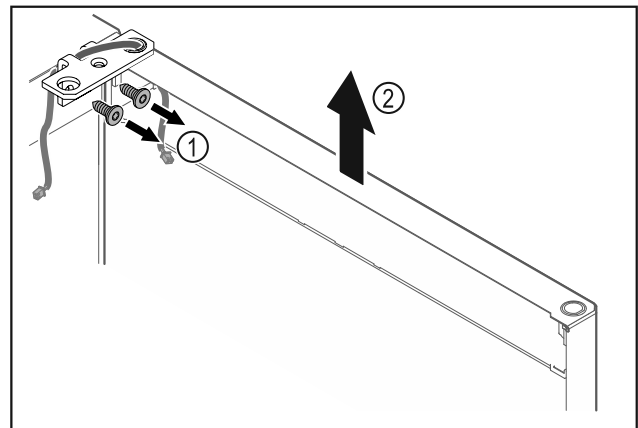

Fig. 15
- ▶ Noskrūvējiet lokāmos kronšteinus Fig. 15 (1).
- ▶ Paceliet durvis kopā ar lokāmajiem kronšteinu Fig. 15 (2) apmēram 200 mm taisni uz augšu un noņemiet tās.